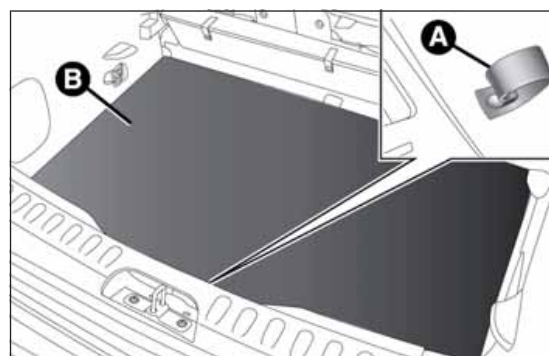

Abb. 155
- den Kofferraum öffnen, die Lasche A Abb. 155 ziehen und die Bodenverkleidung nach oben anheben;